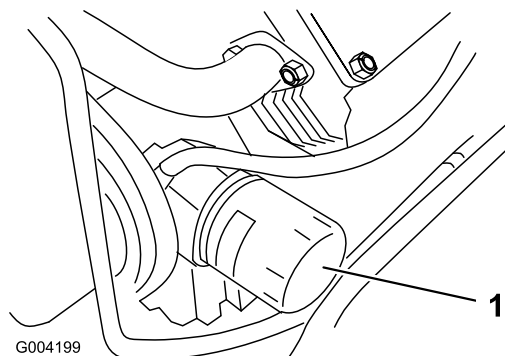

Figure 30
3. Enlevez le filtre à huile usagé (Figure 30) et essuyez la surface du joint de l'adaptateur.